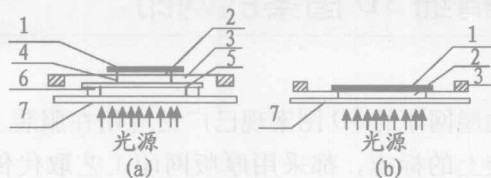
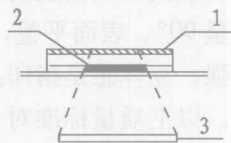

图1 两面晒版方法
图2 单面曝光
4. **两面晒版方法。**先将2张制版胶片用双面胶对粘到网版的两面，并对好“十”字定位线，按图1(a)的方法先晒刮墨面。曝光是正常单面曝光的三分之一，如总曝光需用3min，那么先曝刮墨面1min，然后按常规方法曝2min，见图1(b)。为什么要用2张胶片两面曝光呢？通过图2我们就能发现厚版的单面曝光和两面曝光有什么区别。图2是单面曝光，在光照射过程中，由于感光胶有一定厚度，光通过不同角度向上照射，以致感光胶最上面实际遮盖部分小于胶片的实际尺寸，晒出的模版是圆锥形。用这种厚版印出的圆点也一定是圆锥形。而上下两面曝光，做出来的模版是圆柱形。